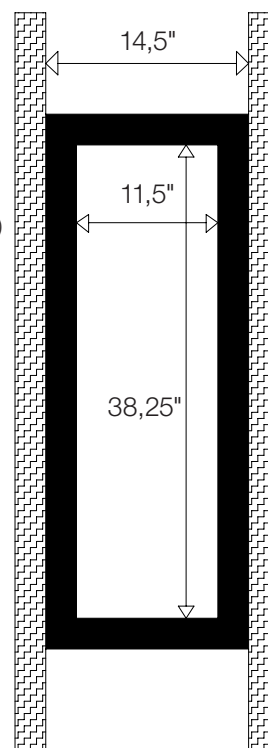

Fig. 14
2. Brug 2x6 træplade (mål 50,8 x 152,4 mm) til at lave en ramme med 97,16 x 29,21 cm internt mål (fig. 14). Fastgør den til eksisterende stolper med søm eller træskruer.